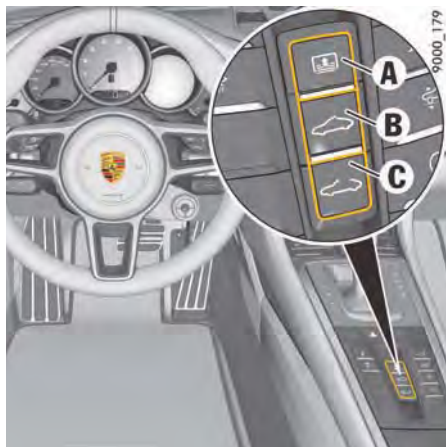

図110: ガラス・スライディング/チルティング・ルーフの操作
2. スライディング/チルティング・ルーフが閉じて閉位置で止まるまで、ボタンC (143ページの図109または144ページの図110) を1段目まで引いて保持してください。
- ▶ ボタンA (143ページの図109または144ページの図110) を使用して、サン・ブラインドの手順1~4を繰り返します。